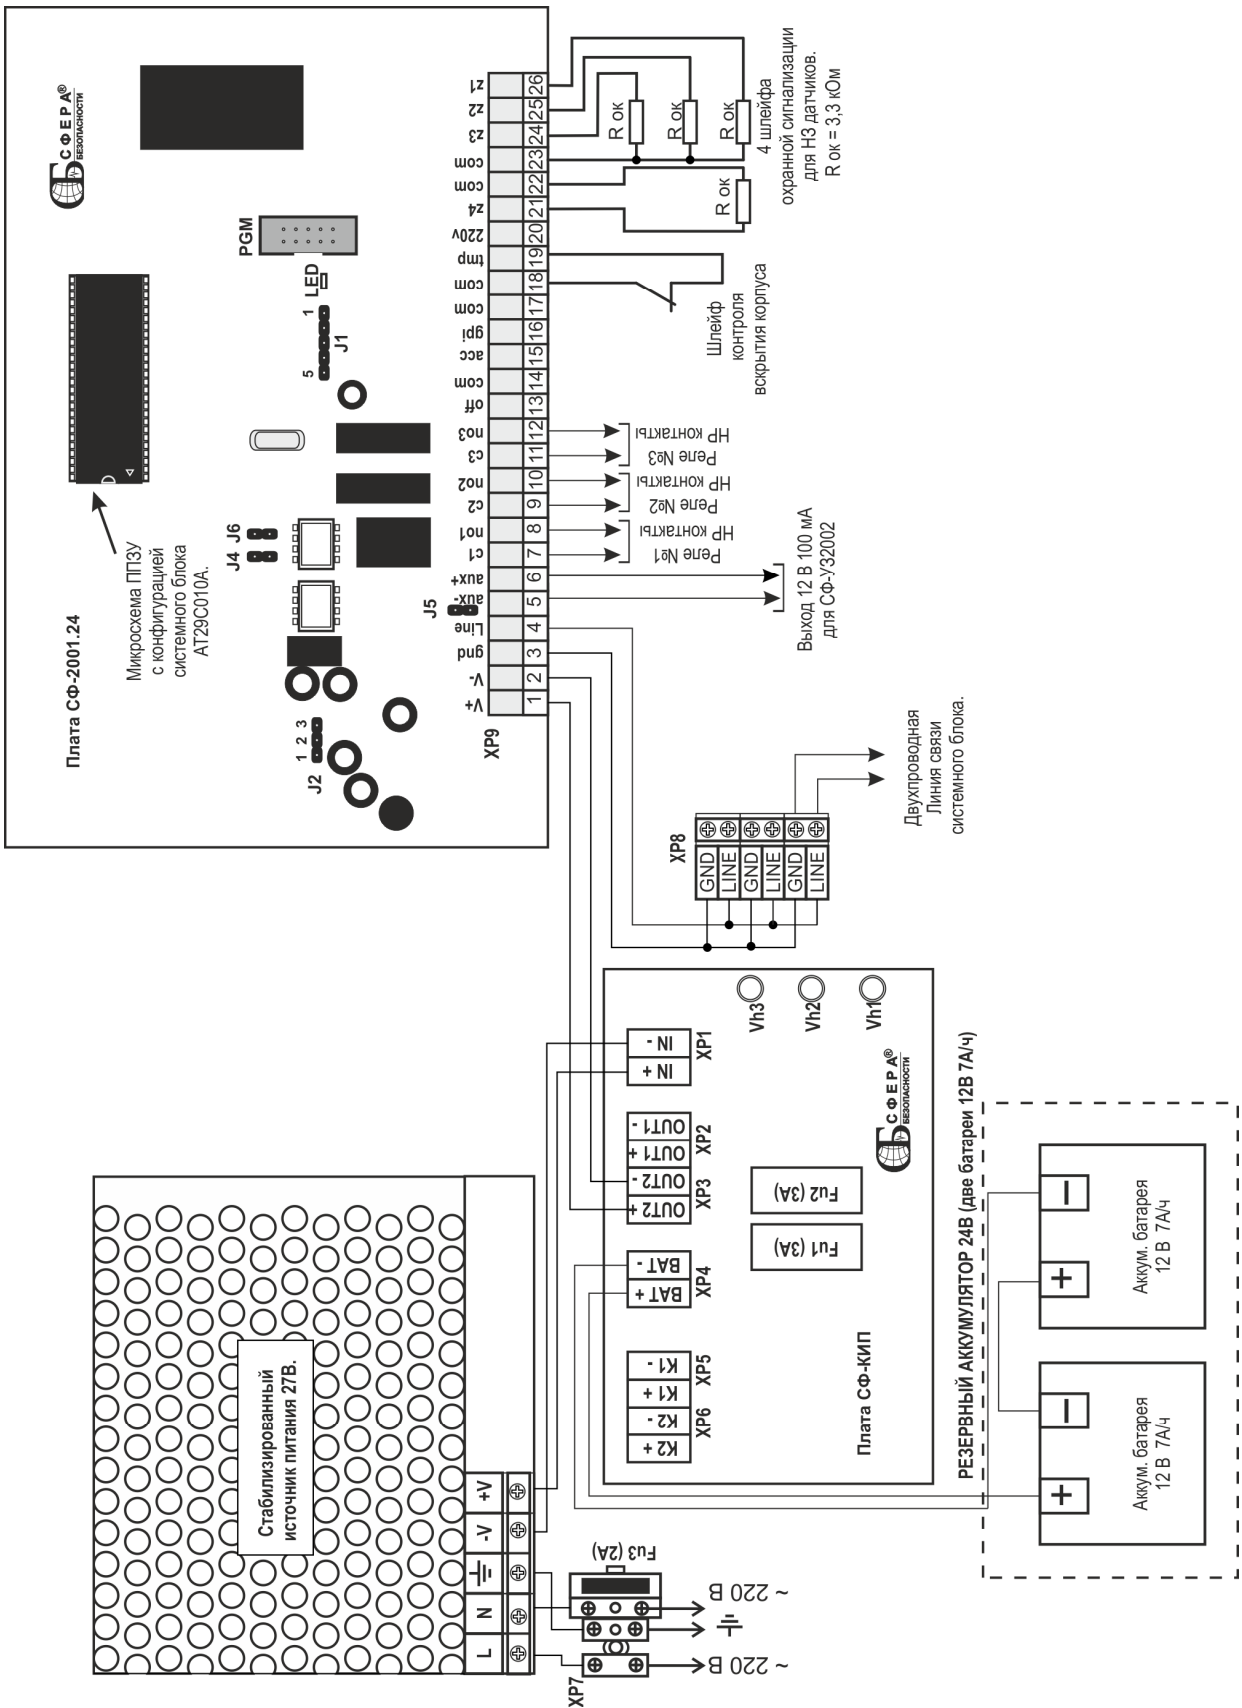

Рисунок 2
На рис.2 показана схема электрическая подключения системного блока СФ-2001.24.
- а) С помощью программатора СФ-ПМ6040. Выключите питание системного блока. Извлеките микросхему АТ29С010А из платы и установите ее в программатор СФ-ПМ6040, соблюдая ориентацию ключа (на рис.2 ключ обозначен полукругом на корпусе микросхемы). Подключите программатор к СОМ-порту компьютера. Включите питание компьютера и программатора. Загрузите файл с расширением "bc2" в микросхему АТ29С010А используя программу PGM3. Выключите питание программатора и извлеките из него микросхему АТ29С010А. Установите микросхему на плату системного блока. Для правильной установки микросхемы соблюдайте ориентацию ключа (на рисунке 10 ключ обозначен полукругом на корпусе микросхемы). Важно!!! При неправильной установке микросхема может выйти из строя. Включите питание системного блока. Порядок работы с программатором и формирование файла с расширением "bc2" подробно описан в «Руководстве по программированию».